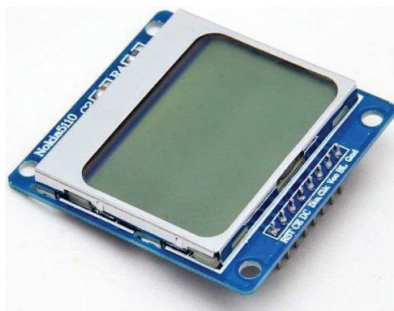

Рис. 2.3. Цифровой дисплей Nokia 5110
- цифровой дисплей Nokia 5110 (рис. 2.3);